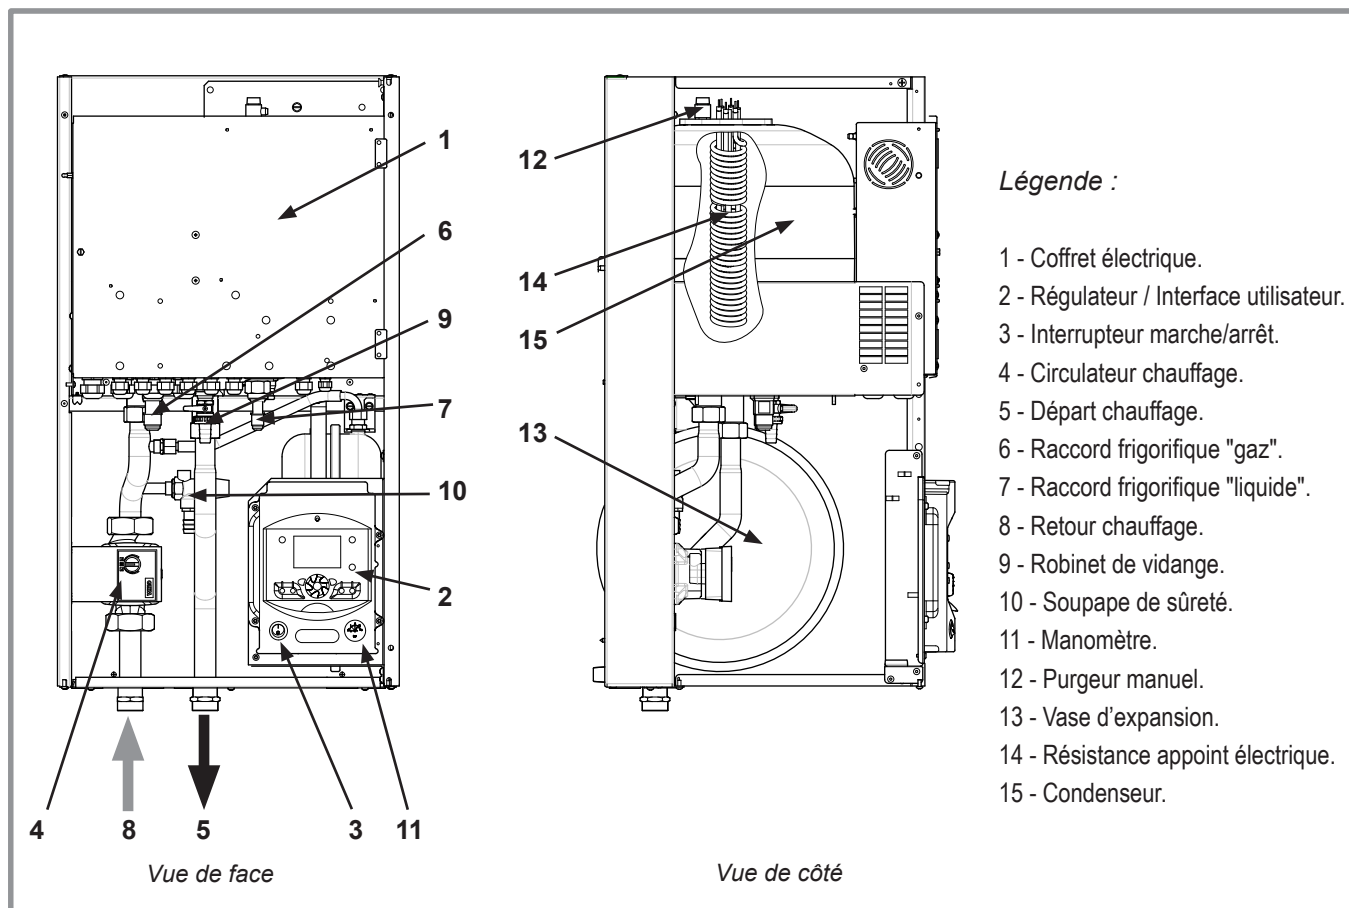

figure 8 - Organes du module hydraulique
- Dans le condenseur (repère **14**, figure 8, page 10) : L'énergie du fluide frigorigène est transmise au circuit de chauffage. Le fluide frigorigène reprend son état liquide.